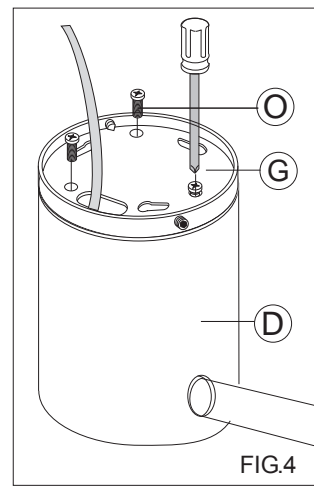

FIG.4
- Bloccare il piattello **G** al pozzetto **D** con le apposite viti **O**. **FIG.4**
Reassembly the fitting. **FIG.4**